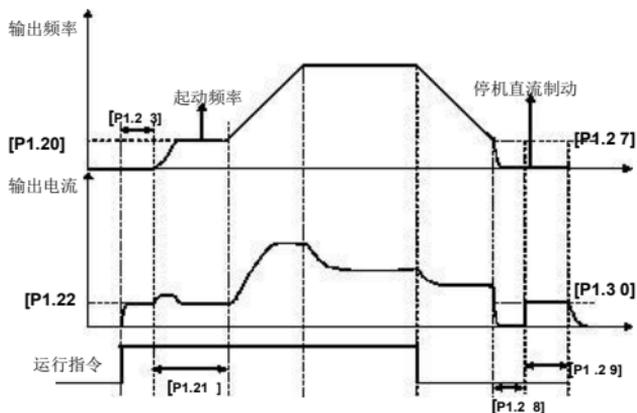

图 6-2启动直流制动控制逻辑图
**启动直流制动时间** 定义在启动时输出直流制动电流的持续时间。当设定为 0 时，启动时直流制动功能失效，如图 6-2 所示。